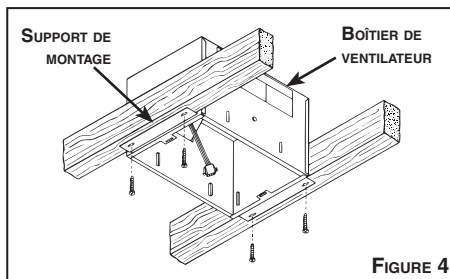

FIGURE 4
2. Voir la Figure 4. Fixer le boîtier aux solives en faisant passer les quatre vis (fournies) par les orifices des supports de montage.